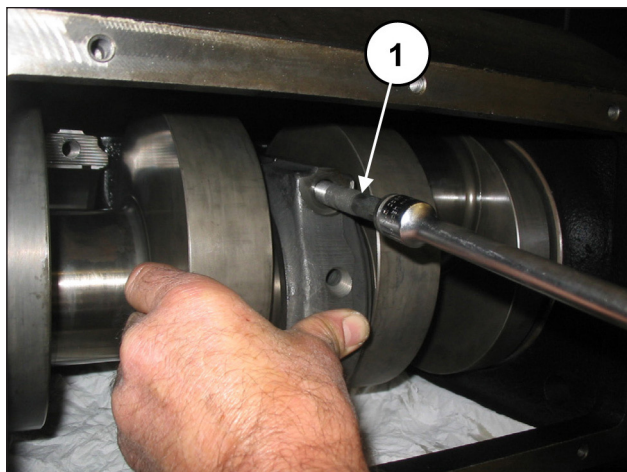

图 62
通过螺钉 M12x1.25x87 固将连杆帽固定到半连杆(位置①, 图 62)。